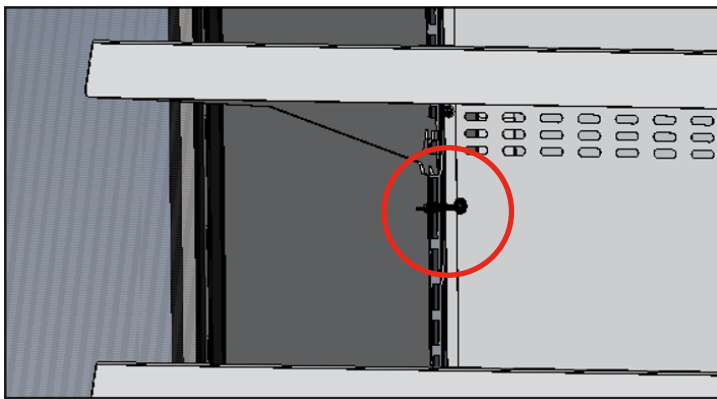

Fig. 1. Localice el cable de alimentación LED.
1. Localice el cable de alimentación LED que sobresale de la pared trasera interior. Véase la fig. 1.